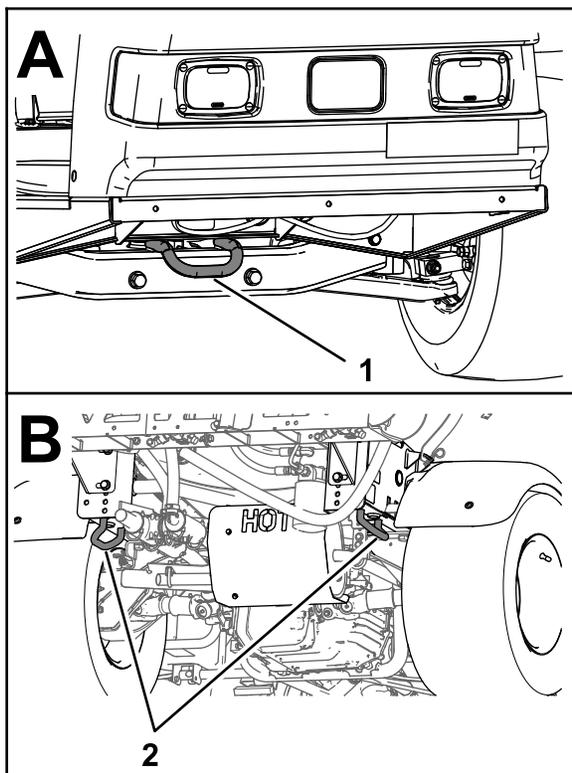

図 22
- 車体フレーム前部をロープなどで固定する 図 22を参照。
- 車体フレーム後部は、ロープなどを 2 本使用して固定する 図 22を参照。